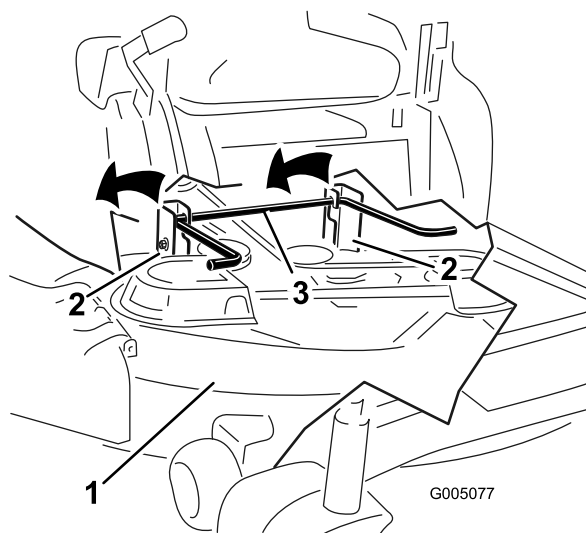

Figure 124
6. Soulevez et déposez le tablier de coupe et les supports de la tige de levage arrière, puis abaissez la tondeuse au sol avec précaution (Figure 124).